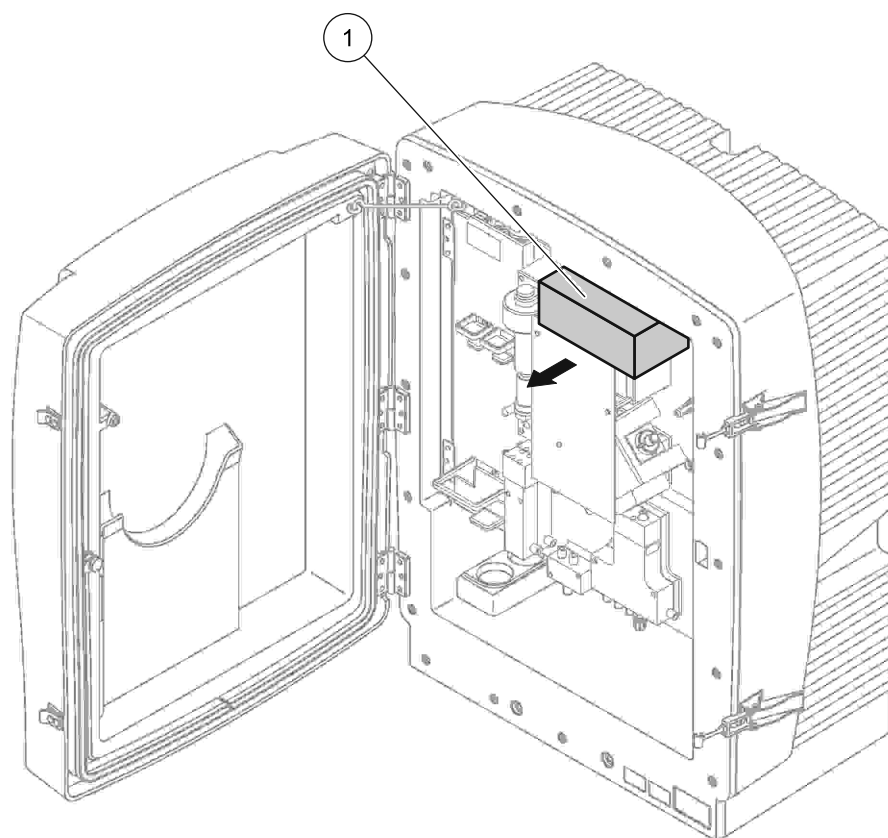

Figura 9 Retire os bloqueios de transporte do painel do analisador
2. Retire o bloqueio de transporte no painel do analisador (Figura 9).